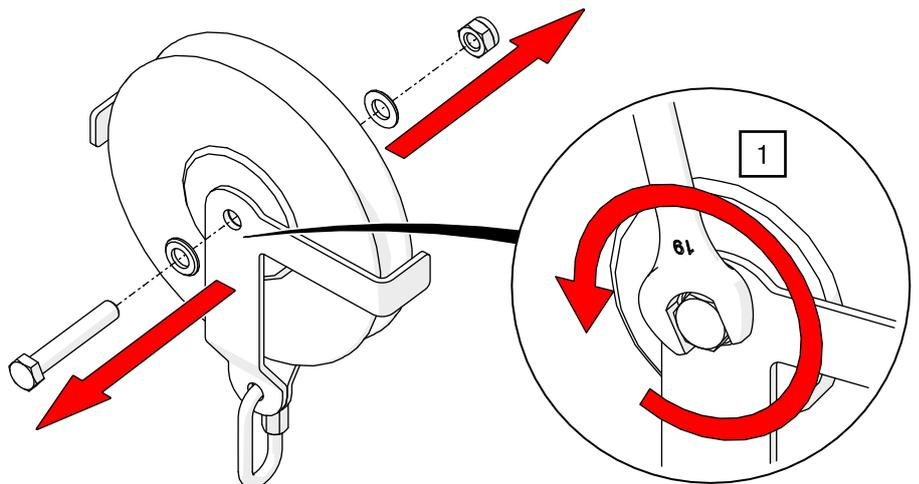

Abb. 122: Manueller Antrieb ROPE-DRIVE – Hanfseil-Sandsackrolle aus Gehäuse schrauben
1. Lösen Sie die Rolle aus dem Gehäuse, indem Sie die Sechskantschrauben mit zwei Gabelschlüsseln SW 19 herausschrauben und ziehen Sie die Achsschraube heraus (siehe Abb. 122).